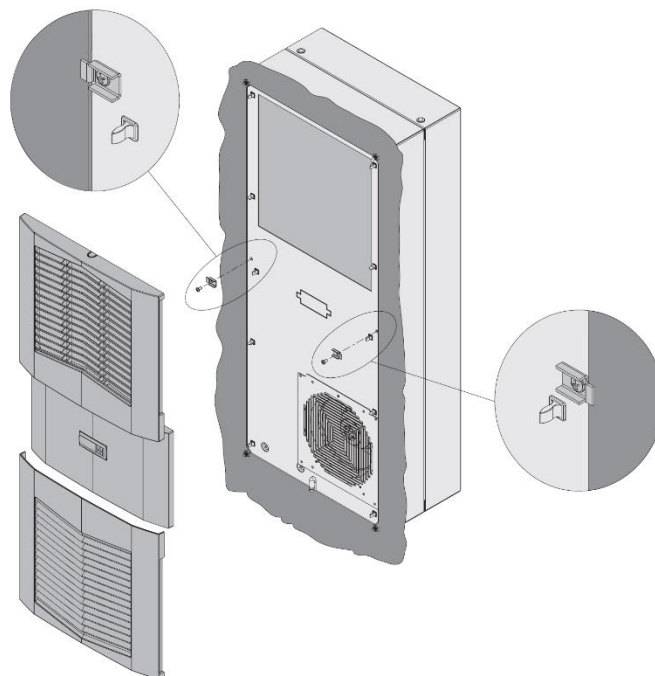

図8
7. ルーバーグリルと、必要に応じてセンターパネルを前面パネルに押し込みます。図8をご覧ください。